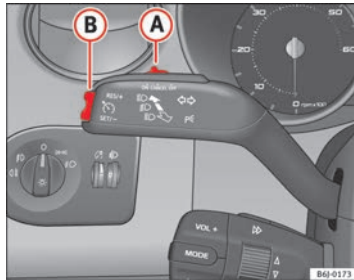

Abb. 112 Blinker- und Fernlichthebel: Schalter und Wippe für die Geschwindigkeitsregelanlage
- Drücken Sie den unteren Teil der Wippe **SET** ⇒ Abb. 112 **B** einmal kurz, wenn die zu speichernde Geschwindigkeit erreicht worden ist.